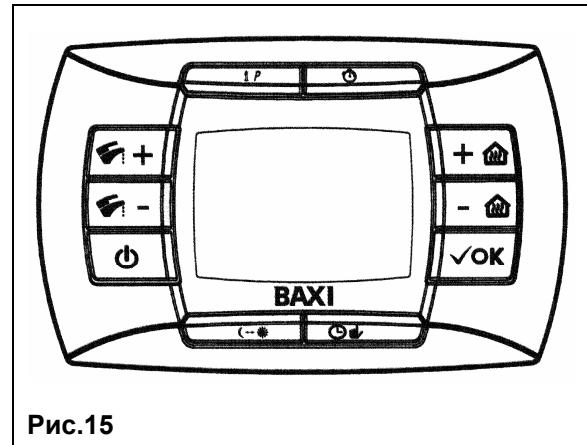

Рис.15
- нажать и держать нажатой кнопку **①** и затем нажать **⊕/-** (см. рис.15).